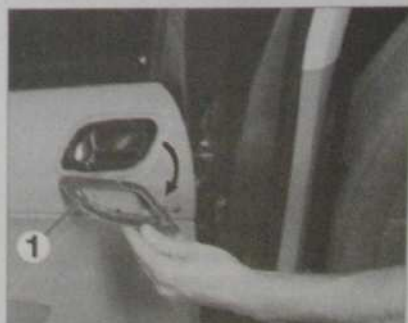

Fig. 55
- Dégrafer avec précaution l'encadrement de poignée intérieure (1) (Fig. 55).